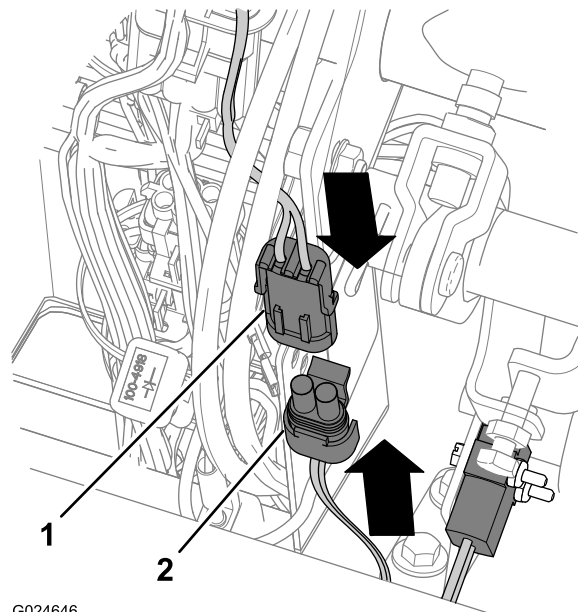

Figura 48
1. Na parte da frente da máquina, no lado do passageiro, localize o conector de 2 pinos na cablagem frontal da máquina destinado ao circuito do interruptor (Figura 48).
3. Ligue o conector de 2 pinos ao conector de 2 bornes da cablagem do interruptor (Figura 48).